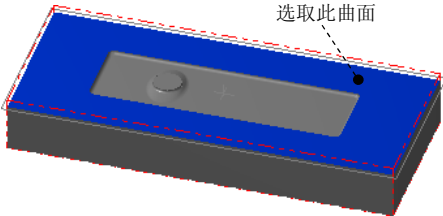
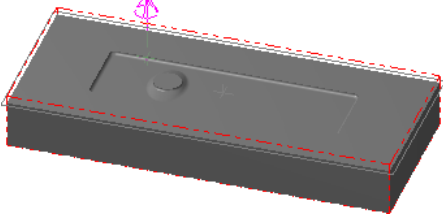

图 7.13 定义附着面
图 7.14 定义边界位置
Step2. 定义边界的附着面和边界位置。选取图 7.13 所示的曲面为边界的附着面, 此时在所选取的曲面上出现图 7.14 所示的箭头。移动鼠标, 将箭头移动到图 7.14 所示的位置单击鼠标左键, 此时系统自动生成创建的边界预览。单击 **✓** 按钮完成指定边界的创建。